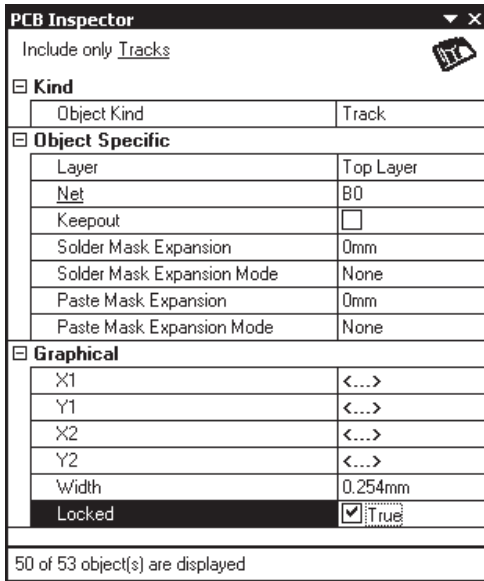

Рис. 6.27. Блокировка цепи в панели PCB Inspector
3. Клавишей <F11> вызвать плавающую панель **PCB Inspector** (рис. 6.27).